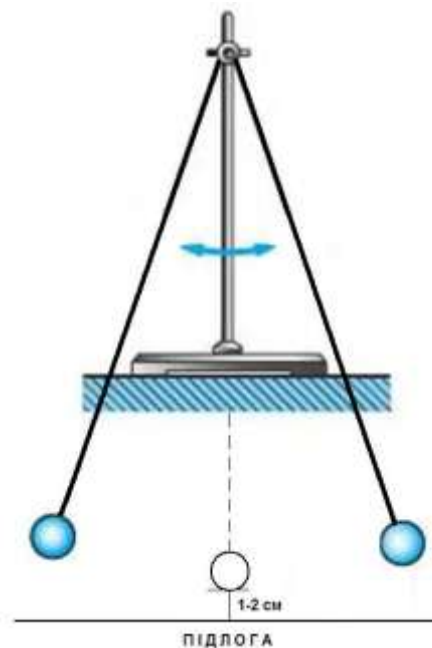

рис. 1
1. Встановіть штатив на краю столу. Біля верхнього кінця штативу за допомогою муфти закріпіть кільце і підвісьте до нього нитку з кулькою (рис. 1). Радіус кульки повинен бути набагато меншим за довжину нитки. Після закріплення кулька повинна знаходитись на відстані 1-2 см від підлоги.